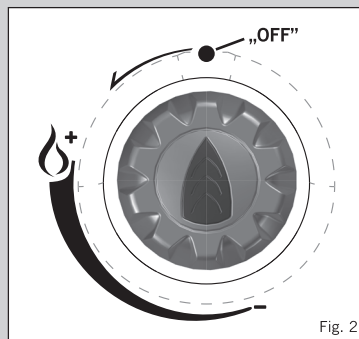

Fig. 2
- Przed przyłączeniem dopływu gazu należy najpierw upewnić się, że zawór urządzenia jest w pozycji OFF poprzez przekręcenie do oporu pokrętki regulacyjnej zgodnie z ruchem wskazówek zegara (patrz rys. 2).